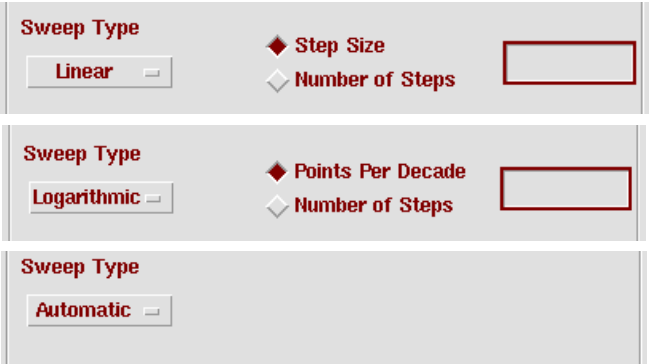
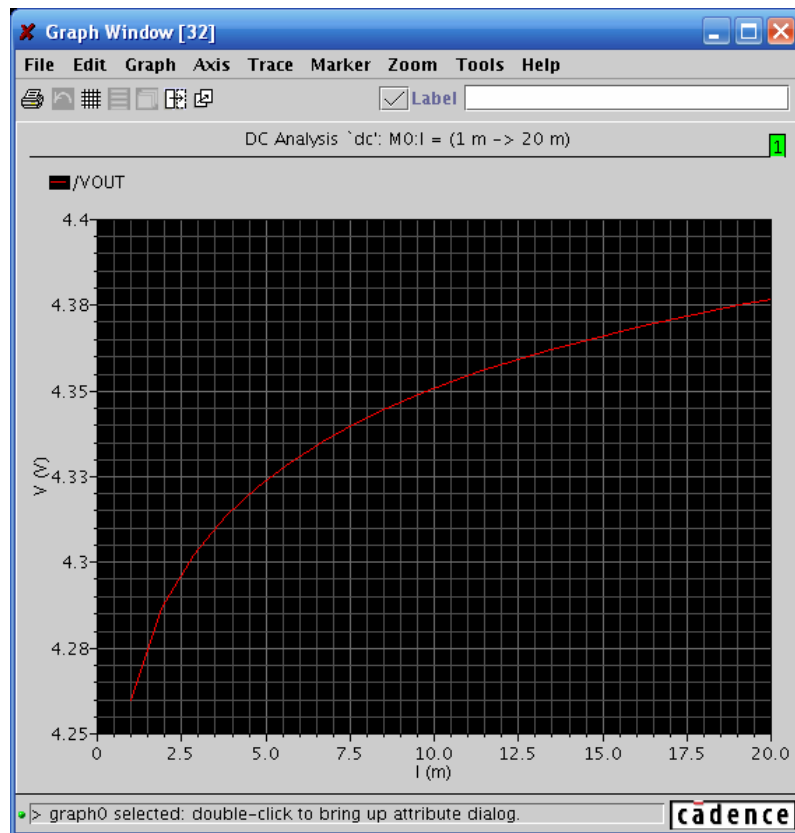

图 3.3 “Temperature”扫描类型的设定
图 3.9 M0 管的栅长从 $1\mu\text{m}$ 到 $20\mu\text{m}$ 变化时，输出电压的变化
- “Sweep Type”：指定扫描方式。步进可以是线性的（Linear），也可以以对数方式（Logarithmic）步进。如果采用“Linear”模式，用户需要通过步进大小（Step Size）或是步进点数（Number of Steps）来控制仿真精度和仿真时间。而如果采用“Logarithmic”模式，仿真器默认的是以 10 为底的对数。用户也需要通过每个数量级所需步进数（Points Per Decade）或总步进数（Number of Steps）来控制仿真精度和时间。当用户对输出模式没有特殊要求时，可以采用系统默认设置（Automatic）。系统默认的设置是在当终值与初值比小于 10 时，采用线性模式输出。而在该比例大于 10 时，采用对数模式输出。三种模式的设置窗口见图 3.3。
器件参数扫描和设计变量扫描相类似。点击 “Component Parameter” → “Select Component” 后弹出原理图窗口。用户可以选择 MOS 管、激励源、地线等各种器件作为仿真对象。如果点击图 3.3 中的 NMOS 管 M0，会弹出该器件的参数表。图中的引号部分是对相应参数的解释。可以对该 MOS 的栅长变化作参数扫描。图 3.9 仿真表示 M0 管的栅长从 1μ 到 20μ 变化时，输出电压变化情况。